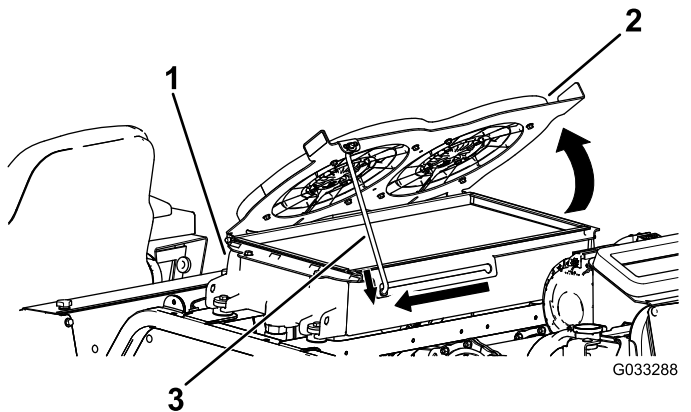

**Figure 89**
4. Faites pivoter les ventilateurs de refroidissement hydrauliques vers le bas et calez la béquille dans le cran (Figure 89).